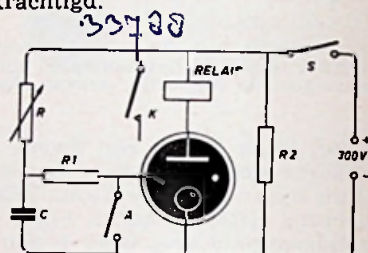

Fig. 7 - Vertragingsschakeling.
**Vertragingsschakeling.** Fig. 7 geeft een vertragingsschakeling, die als volgt werkt: Wanneer de schakelaar S wordt gesloten, zal de condensator C zich via de weerstand R beginnen op te laden, waarbij na een bepaalde tijd, afhankelijk van het produkt RC, de ontstekspanning van de starter-katode ruimte wordt bereikt, waardoor de gehele buis wordt ontstoken en het relais wordt bekrachtigd.